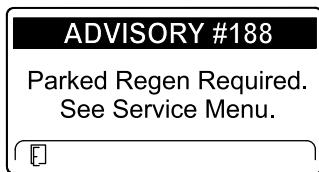

Figura 76
- Parked regeneration required (Es necesaria una regeneración con la máquina aparcada) ADVISORY #188 (Aviso n.º 188) (Figura 76)